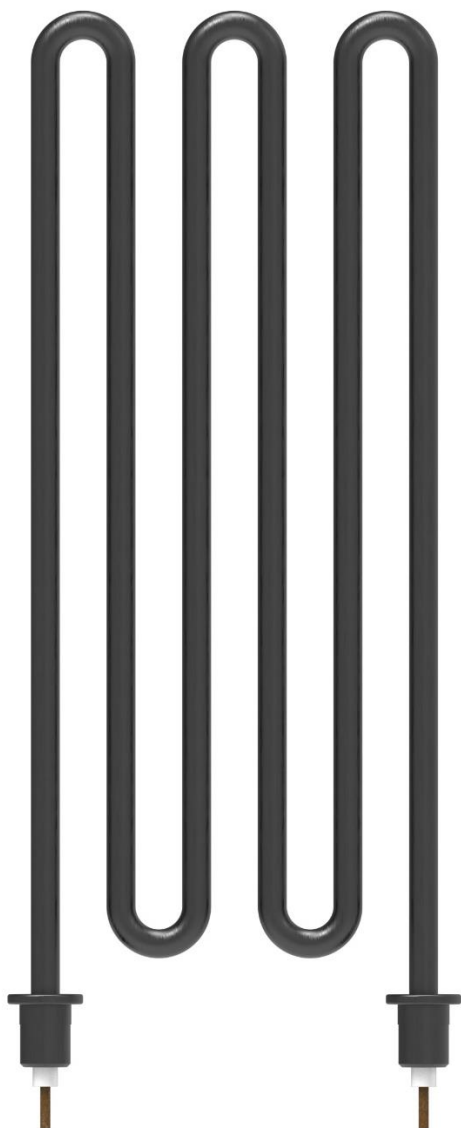
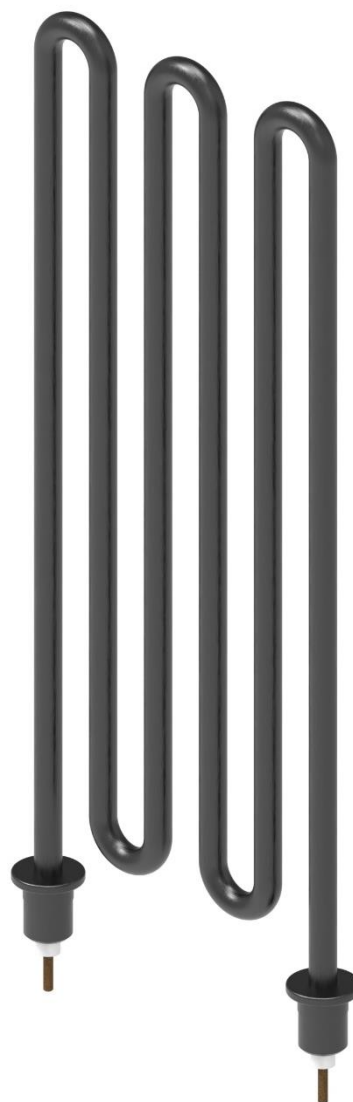

Рис.4. ТЭН
Рис.5. ТЭН
1) ТЭНы – электронагревательный прибор в виде металлической трубки, заданной формы, согласно проектной документации, заполненный теплопроводящим электрическим изолятором. (Рис. 4. ТЭН – вид спереди), (Рис. 5. ТЭН – Изометрическая проекция)